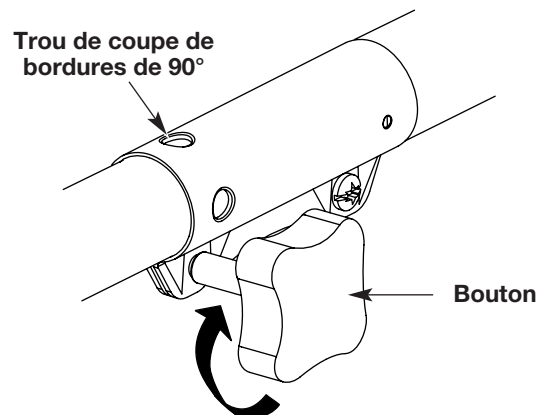

Fig. 25
1. Dévissez le bouton vers la gauche (Fig. 25).
3. Serrez le bouton en le tournant à droite (Fig. 25).
Pour couper les bordures à l'aide de la tête d'accessoire de coupe sur les modèle EZ-Link^{MC}, verrouillez le bouton de déclenchement de l'accessoire de coupe dans le trou de 90° (Fig. 25).